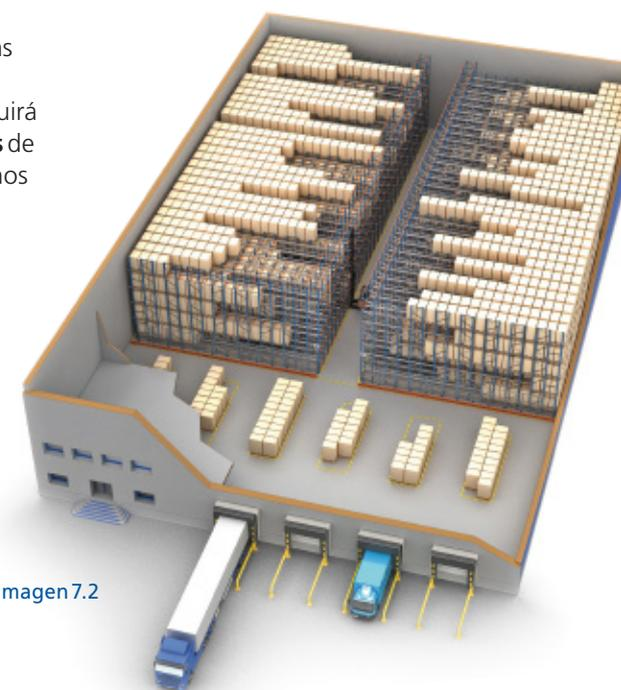

Imagen 7.2
- ✓ Si se opta por instalar estanterías a ambos lados de un pasillo de trabajo (imagen 7.2), se conseguirá un **número mayor de canales de almacenaje**. Éstos, aunque menos profundos, permitirán tener **más canales por referencia**, a la vez que **incrementar la capacidad efectiva**.